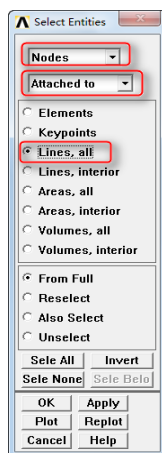

图 8-18 “Select Entities”对话框
④依次选择 Utility Menu→Select→Entities, 会弹出“Select Entities”对话框。在第一个下拉框中选择“Nodes”, 在第二个下拉框中选择“Attached to”, 在第三个单选框中选择“Lines, all”, 如图 8-18 所示。单击“OK”按钮关闭该对话框。